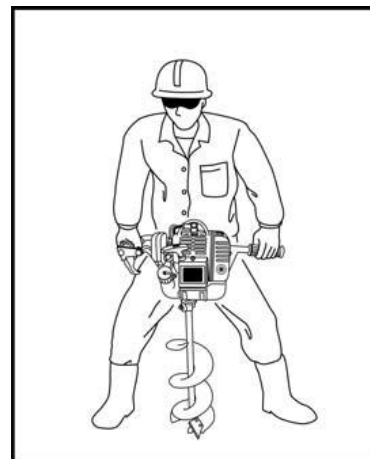

Fig .12
1. Garder une prise ferme de la tarière dans une bonne position et en tenant la poignée à 2 mains. (Fig. 12)